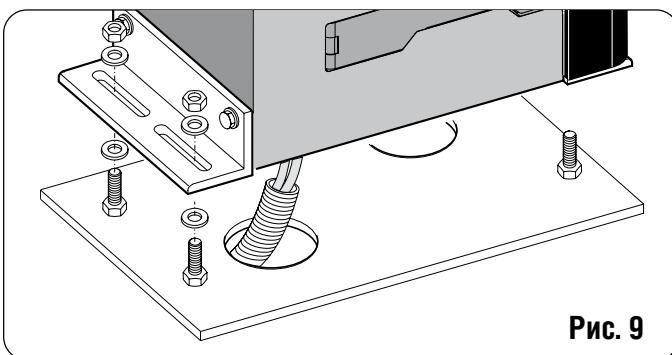

Рис. 9
3) Закрепить блок управления на плате шайбами и гайками из комплекта, как показано на рис. 9